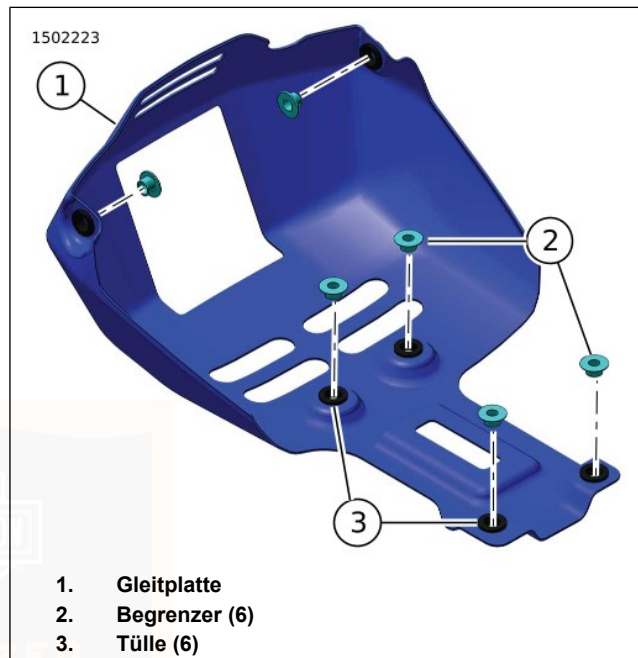

Abbildung 74. Gleitplattenbegrenzer
1. Abbildung 74 Sicherstellen, dass die Tüllen (3) und Begrenzer (2) ordnungsgemäß positioniert sind.